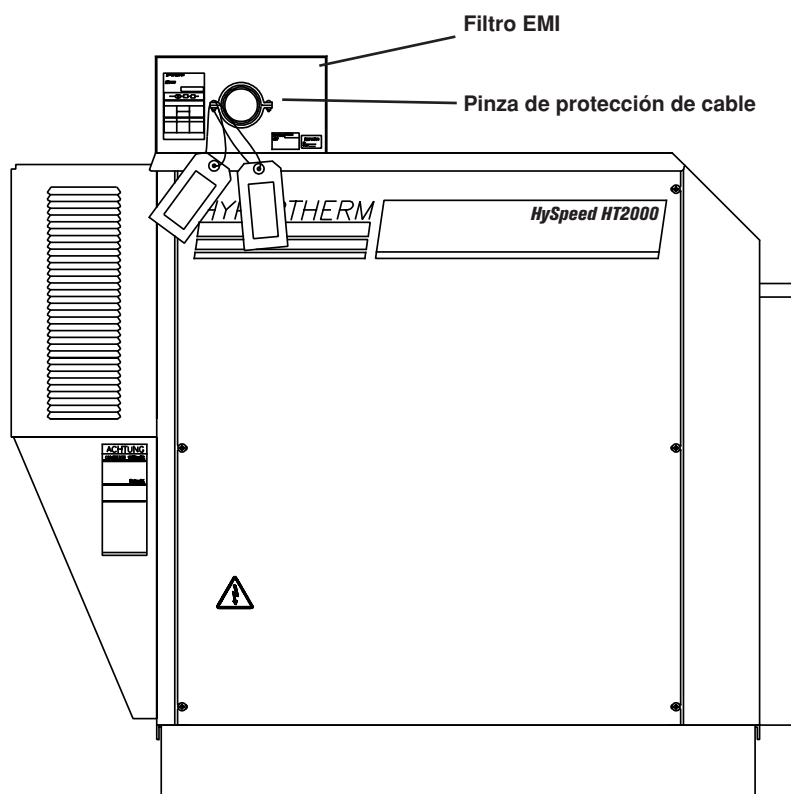

Figura a-1 Fuente de energía HT2000 con filtro EMI – Vista lateral
1. Localice el filtro EMI en la parte superior posterior de la fuente de energía (ver Fig. a-1).
3. Inserte el cable de alimentación a través del protector de cable (Fig. a-1).